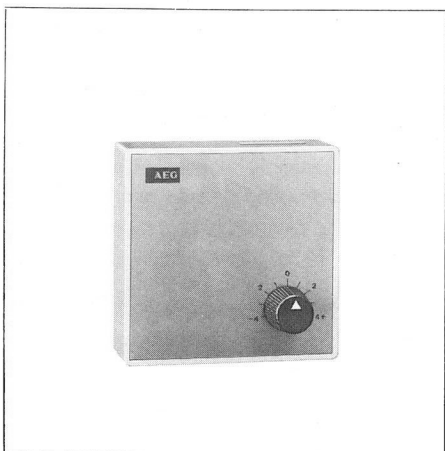

Fig. 14 Commande à distance FB2
4.5. Commande à distance FB2 (Fig 14)
4. 6. Sonde d'ambiance avec afficheur de la valeur de consigne; RFS2 (Fig 14)